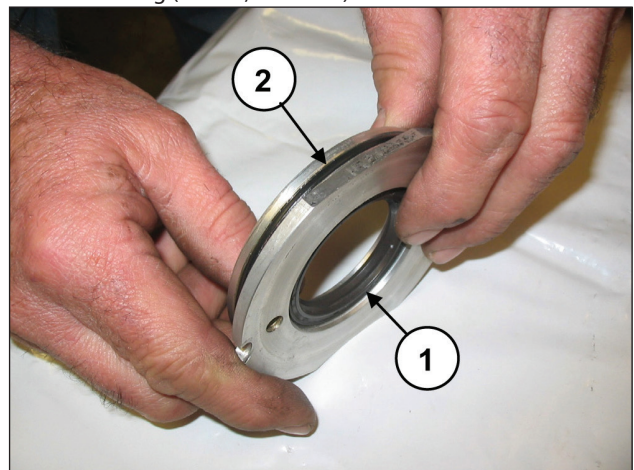

Abb. 165
Ersetzen Sie den Ölabbstreifing (Pos. ①, Abb. 165) und den äußeren O-Ring (Pos. ②, Abb. 165).